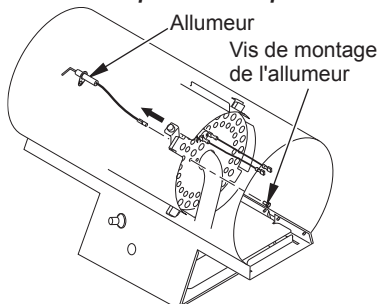

Figure 14 - Retrait de l'allumeur et de la vis de montage
3. Retirez la vis de fixation de l'allumeur de la borne arrière avec un tourne-écrou ou un tournevis standard (voir figure 14).